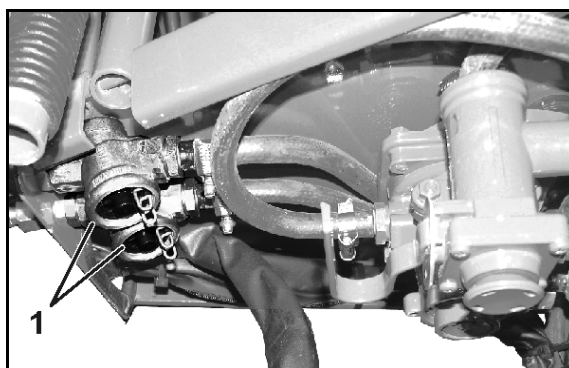

Fig. 145
1. Das Verschluss-Stück (Fig. 145/1) an den beiden Laschen zusammendrücken.
4. Das Verschluss-Stück (Fig. 145/1) an den beiden Laschen zusammendrücken.